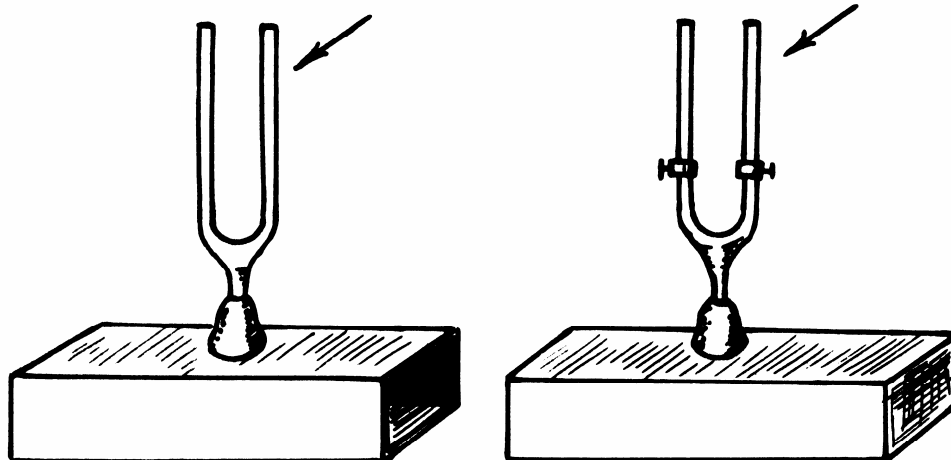
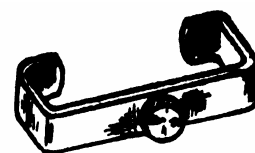

Figura 16.2
Figura 16.3
Coloque os dois diapasões próximos um do outro com as aberturas das caixas ressonantes voltadas de frente uma para a outra como mostra a Figura 16.2. Um dos diapasões deve ser um pouco diferente do outro. Isto pode ser obtido colocando pequenos cursores (veja Figura 16.3) num deles.
- 1º) Com os cursores bem embaixo, próximos à curva do diapasão conforme a Figura 16.2.